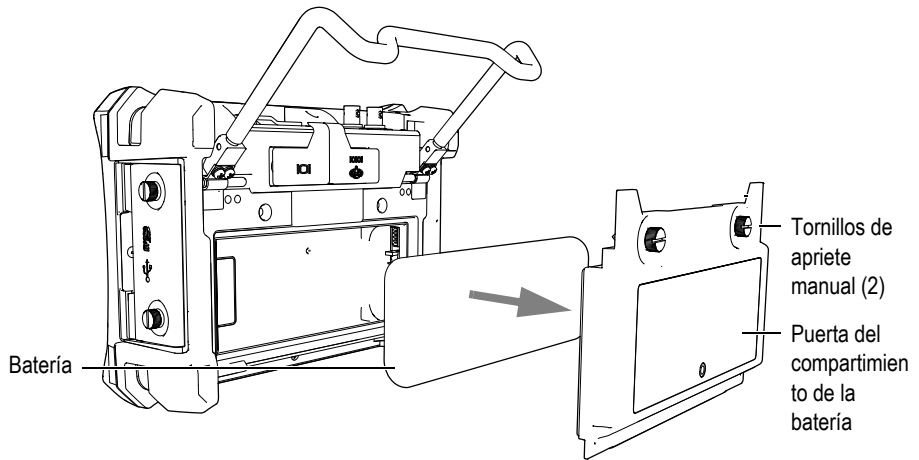

Figura 1-10 Batería de Li-ion y puerta del compartimiento de la batería
2. En la parte posterior del equipo, desatornille los dos tornillos de apriete manual que aseguran la tapa del compartimiento de la batería y retírela (véase la Figura 1-10 en la página 33).
3. De estar instalada, retire la batería de iones de litio (véase la Figura 1-10 en la página 33).